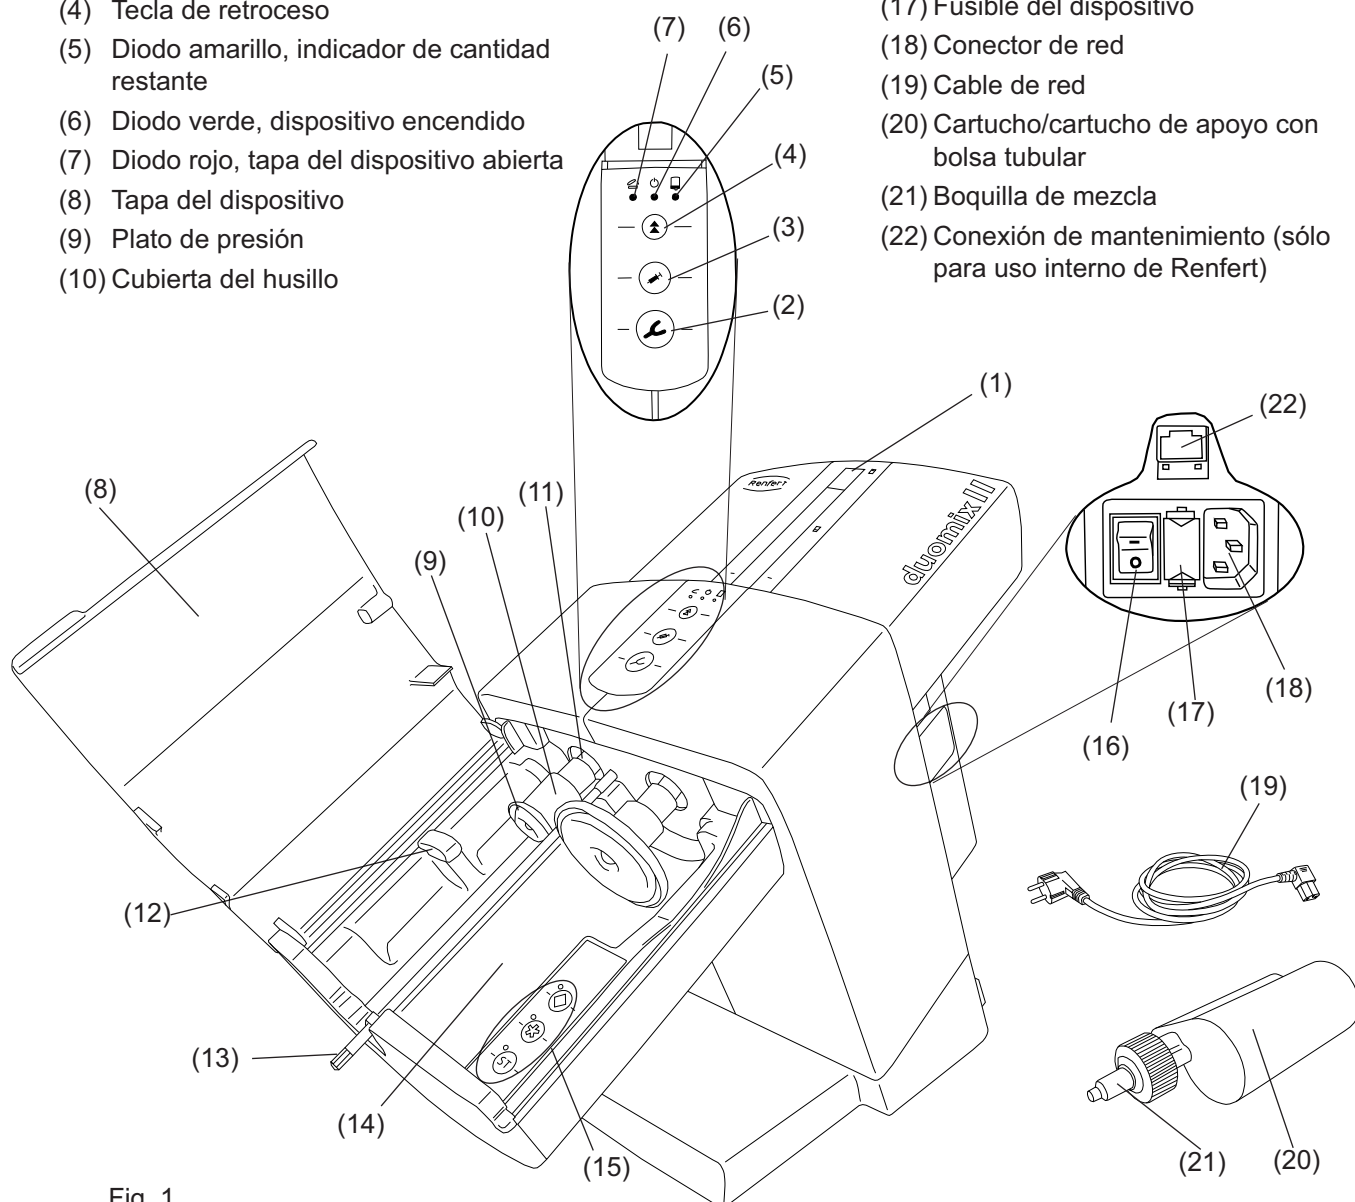

Fig. 1
- Conectar el cable de red suministrado (19, ilustración 1) en el conector de red (18).
- Encender el dispositivo con el interruptor de red (16).
- Pulsar la tecla de retroceso (4).
- Desplazar los platos de presión (9, ilustración 1) y detenerlos en la posición inicial.
- Abrir la tapa del dispositivo (8, ilustración 1).
- Retirar las piezas de seguridad de transporte (23).
El cartucho solo se puede insertar y cambiar cuando los dos platos de presión (9, ilustración 1) están en la posición inicial.
- Cerrar la tapa del dispositivo (8, ilustración 1).
- Insertar el cartucho (20) en el dispositivo. Comprobar que el cartucho se coloque debajo de la pestaña de detención (12).
- Pulsar la tecla del programa de mezcla (15), véase también el capítulo 5.1.1.
- La tapa del dispositivo solo se puede cerrar si el cartucho está correctamente insertado. Si la tapa del dispositivo no está correctamente cerrada, se encenderá el diodo rojo "Tapa del dispositivo abierta" (7, ilustración 1).
- Mantener pulsada la tecla de avance (2) o (3):
- Cuchara de impresión (2), alta velocidad de exprimido
- Dispensador (3), baja velocidad de exprimido
- El hexágono de mezcla (13, ilustración 1) empieza a girar y se acopla automáticamente en la boquilla de mezcla (21, ilustración 1). A continuación, vuelve a detenerse.